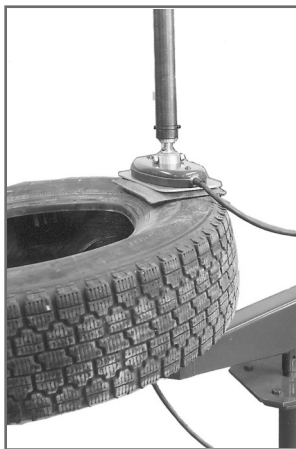

рис. 10
- Прижать верхний нагреватель к шине так же, как при ремонте беговой дорожки (рис. 10). При необходимости можно подложить под верхний нагреватель подушку выравнивания давления.